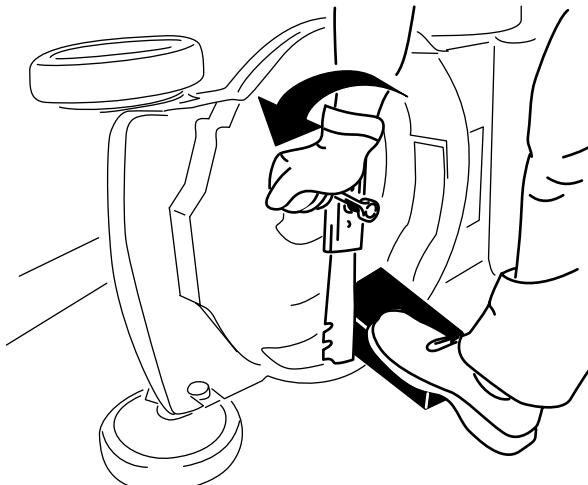

Figura 39
3. Utilize um bloco de madeira para manter a lâmina segura (Figura 39).
4. Retire a lâmina guardando todo o equipamento de montagem (Figura 39).